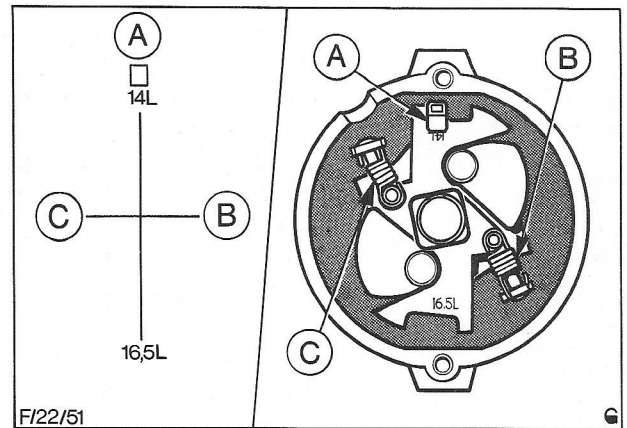

Fig. 52 Stand van onderbrekernokplaat en vervroegingsveren
7. Maak even een schetsje (zie het voorbeeld in Fig. 52) van de stand van de onderbrekernok en -plaat t.o.v. de aanslag. (Er zijn twee cijfers in de buitenranden van de onderbrekernokplaat ingeslagen.) Noteer ook de plaats van de twee vervroegingsveren. (De vervroegingsveren zijn van verschillende afmetingen.)
BELANGRIJKE OPMERKING: Fig. 52 geldt uitsluitend als voorbeeld en de werkelijk op de nokplaat voorkomende cijfers variëren al naar gelang het type stroomverdeler waaraan u werkt. Bovendien kunnen de vervroegingsveren ook op de tegenovergestelde pennen zijn geplaatst.
N.B.: Let erop dat de onderbrekernokplaat in de juiste stand t.o.v. de aanslag is gemonteerd. Zie punt 7 en Fig. 52. Als de onderbrekernok wordt vervangen moet erop worden gelet dat in de buitenrand van de nieuwe onderbrekernokplaat dezelfde cijfers zijn ingeslagen als bij de oude.